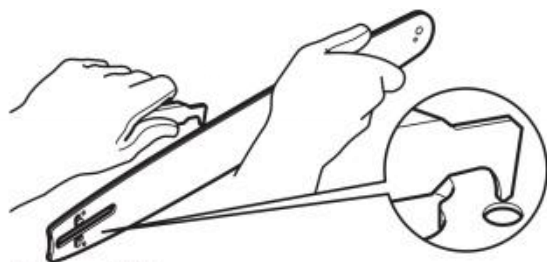

Fig. 71
4. Nettoyez les rails du guide-chaîne (C13) à l'aide d'un tournevis, d'un couteau à mastic, d'une brosse métallique ou d'un outil similaire. Ceci permettra de maintenir les passages d'huile ouverts et d'assurer une lubrification adéquate du guide-chaîne (C13) et de la chaîne de scie (C12) (Fig. 71).